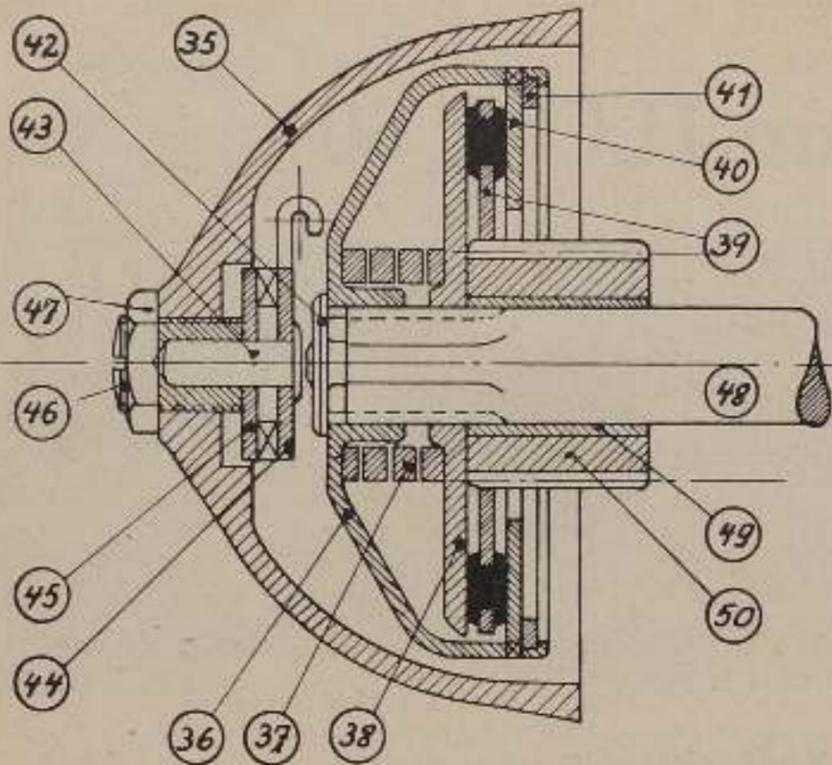

Bild 3: Schematische Darstellung der Kupplung
Wir gehen jetzt an die Zerlegung und gegebenenfalls Instandsetzung der Kupplung. Der Kupplungsdeckel (35) wird durch Lösen der Schrauben abgenommen. Jetzt können wir Druckzapfen (43) und Druckpilz (42) auf Verschleiß prüfen. Zwischen beiden muß stets ein geringes Spiel von  $\frac{1}{10}$  mm sein, das nötigenfalls mit der Stellschraube (46) und der Stellmutter (47) berichtigt wird. (Bild 3.) Sind Druckpilz und Druckzapfen stark eingelaufen, so werden sie ausgewechselt. Bei Erneuerung des Kupplungsseiles muß man darauf achten, daß die Öse der Kupplungscheibe (44) zum Einhängen der Kabelseele nach der Kupplung zeigt. Nach Abnahme der kompletten Kupplung (36—41) ziehen wir das große Zahnrad mit Lagerbüchse und dem darauf sitzenden kleinen Kettenrad ab. Dieses muß ausgewechselt werden, wenn es die typischen Haifischzähne zeigt. Es genügt nicht, nur die ausgezogene Kette zu ersetzen und ein stark abgenutztes Kettenrad weiter zu verwenden, weil dann die Kette sehr stark beansprucht wird und bald wieder verschlissen ist. Wenn das Kettenrad an der einen oder anderen Seite starke Abnutzung aufweist, so ist hieraus zu schließen, daß das Hinterrad des Mofa schief eingesetzt war, so daß die Kettenräder nicht „fluchteten“.